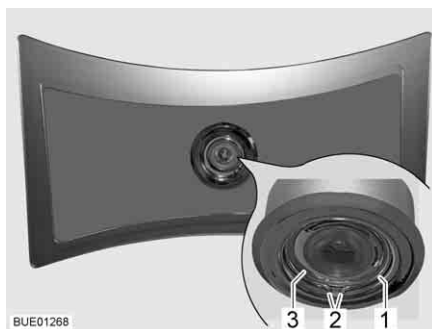

Fig. 267 Luz do teto
- Comprima o anel de mola (Fig. 267,1) em ambas as extremidades (Fig. 267,2) e retire-o.
- Retire a carcaça (Fig. 267,3) com o LED da lâmpada.